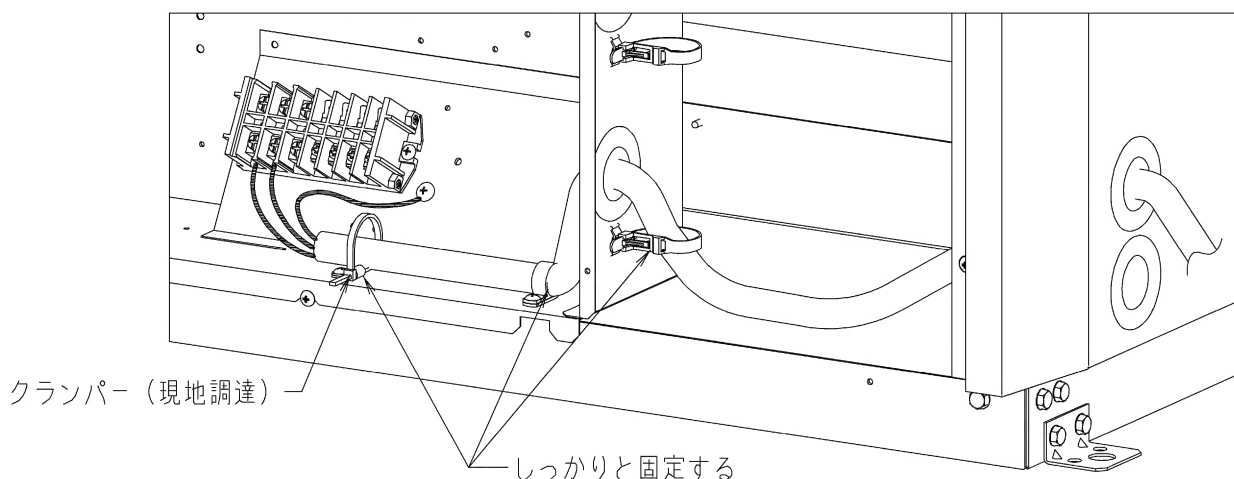

図7（プレナム形）
- 電源線は端子接続部に張力が加わらない様に、固定用クランプ材にクランパー（現地調達）を通し、しっかりと固定してください。（図7）